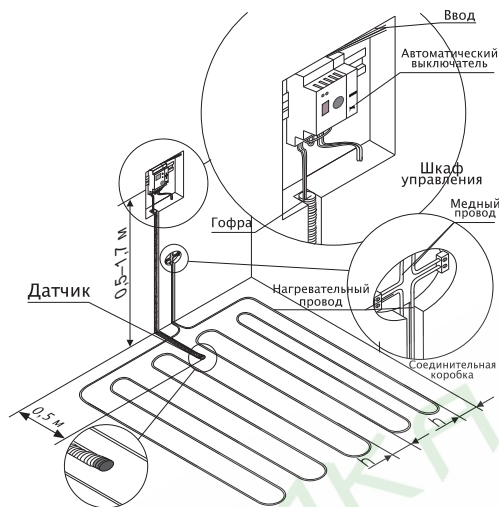

Рисунок 1. Монтаж терморегулятора и системы теплый пол
- Для этого необходимо снять лицевую рамку, подцепив ее со стороны отверткой, вставленной в паз (рис. 1). Поместить терморегулятор в монтажную коробку и закрутить монтажные винты.